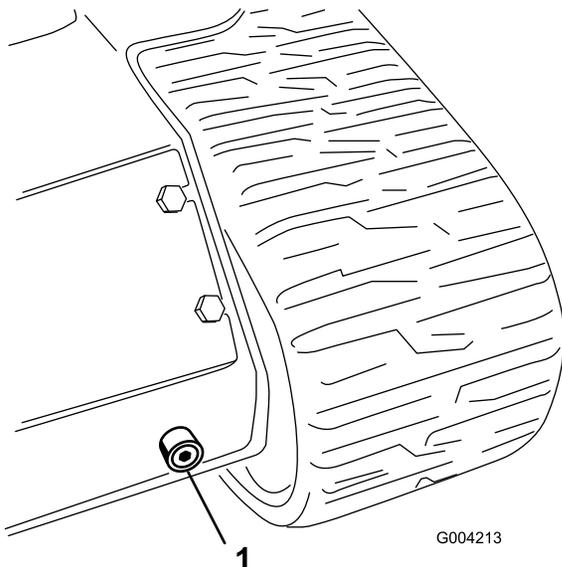

Figure 51
6. Placer un grand bac de vidange (d'au moins 56,8 litre [15 gallons US] de capacité) sous le bouchon de vidange à l'avant de la machine (Figure 51).
7. Retirez le bouchon de vidange pour permettre à l'huile de s'écouler dans le bac de vidange (Figure 51).